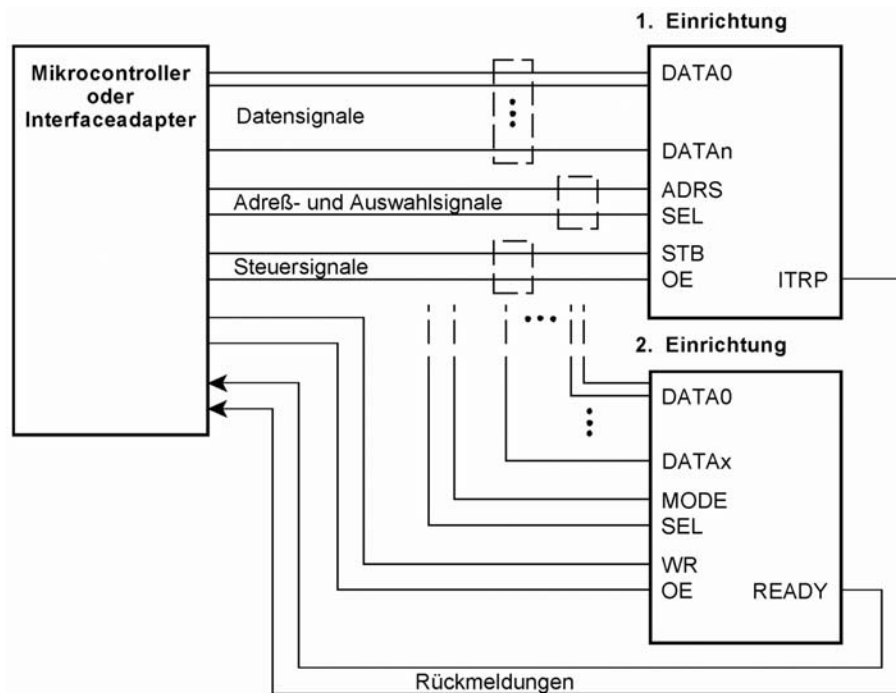

Abb.1.23 Verschiedene Arten von Interfacesignalen
- wir überlegen, wie wir diese Signale anderweitig ausnutzen können. Die Mehrfachnutzung beruht auf der Tatsache, daß es verschiedene Arten von Interfacesignalen gibt (Abb. 1.23).